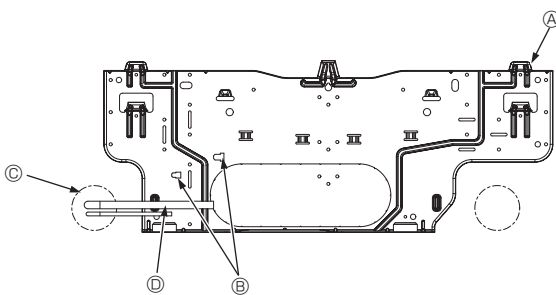

Fig. 3-6
- Ⓛ Placa de montaje ①
3.3. Al empotrar tuberías en la pared (Fig. 3-6)
- Ⓐ Placa de montaje ①